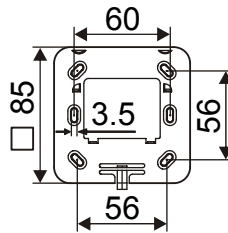

Рис. 5
2. Закрепите основание (рис. 5) на стене или в гнезде для скрытого монтажа с помощью 2 ... 4 винтов диаметром макс. 3 мм.